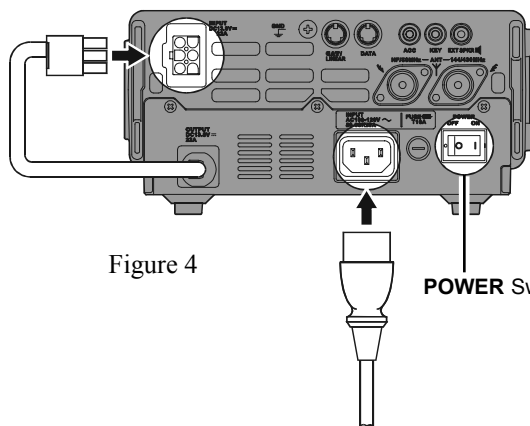

Figure 4
4. Connecter la prise Molex 6 broches de la **FP-30** dans la prise « **INPUT** » jack sur le panneau arrière du **FT-897D** (Figure 4).